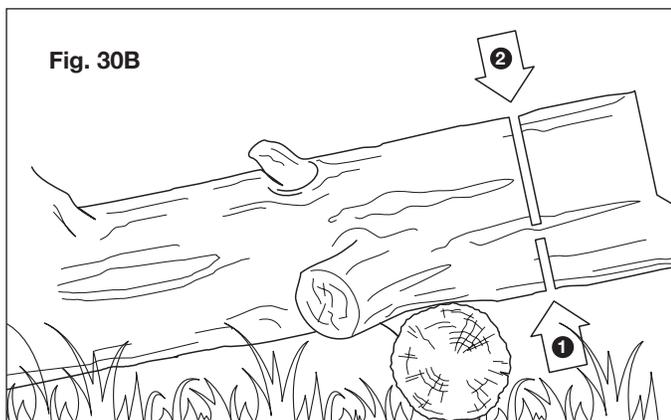

Fig. 30B
- Cuando el tronco es sostenido en un extremo (Fig. 30B), corte 1/3 del diámetro desde el lado inferior (leñado desde abajo hacia arriba). Luego haga el corte final mediante el leñado de arriba hacia abajo para encontrar el primer corte.